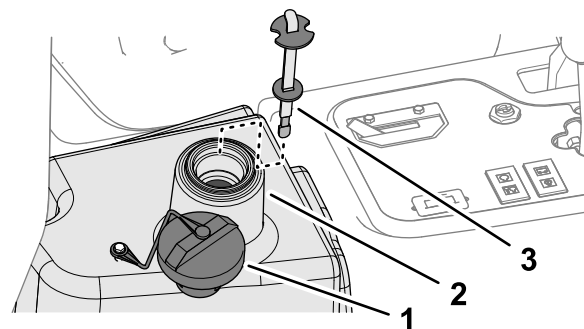

図 93
- 油圧オイルタンク図 93 に約 22.7 リットルの油圧オイルを入れる **油圧作動液の仕様 (ページ 55)** を参照。